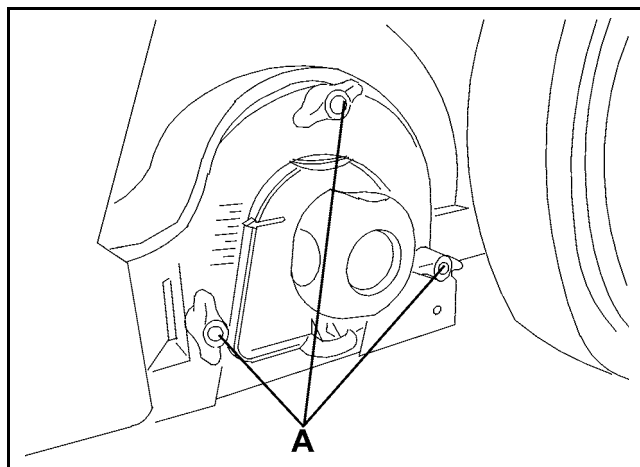

Figure 13
4. Dévisser complètement les manivelles (A, Fig. 13) sur le côté gauche de la machine.